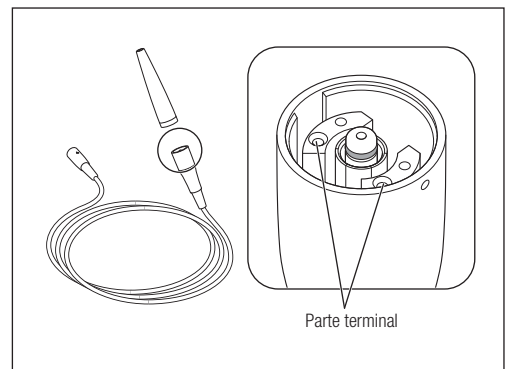

Fig. 36
- Não utilize um objecto pontiagudo nem pressione a parte terminal ao limpar a ficha do cabo da peça de mão. Caso contrário, pode causar danos, resultando em falha de contacto (Fig. 36).